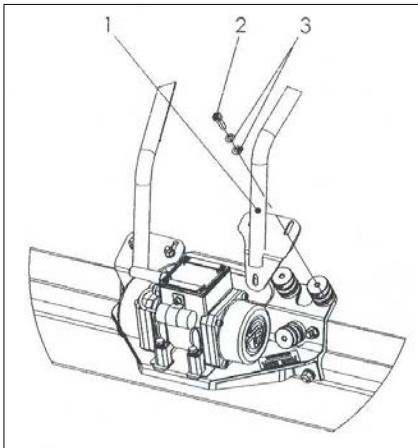

Fig. 1.7-1
La Règle Vibre-Planeuse est livrée avec la Règle montée et les bras démontés. Pour procéder au montage vous devez suivre les instructions ci-dessous: (**Voir Fig: 1.7-1 et 1.7-2**)
- 3 - S'assurer de que la position de l'interrupteur de démarrage, **Pos. 4** placé sur la boîte de connexions du moteur n'est pas en position «OFF» (**Voir Fig. 1.7-1**).